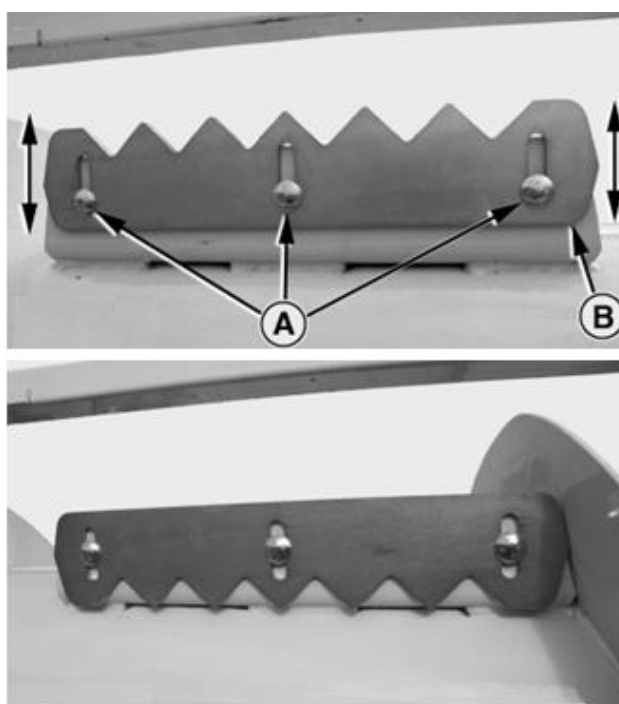

Рисунок 14– Регулировка центральных лопаток подающего шнека
Ослабить болты (А) (рис. 14). Перемещать лопатку (В), пока она не станет в нужное положение.
Комплекты состоят из комбинаций различных звездочек (A) и (B) (рис. 14).